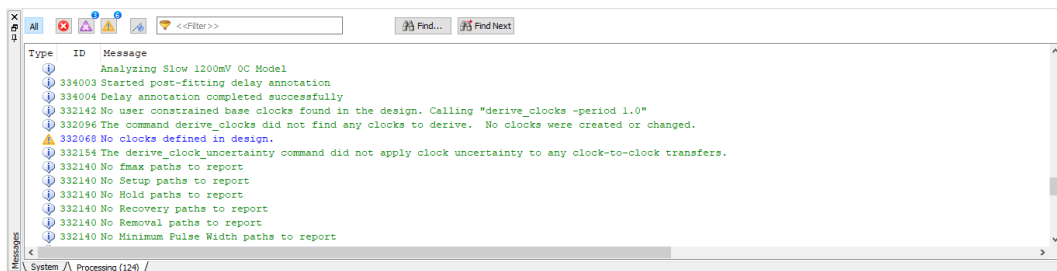

Figura 31: Janela com a mensagem expandida
3. Para localizar a fonte de uma mensagem gerada pelo compilador deve-se clicar na janela de mensagem no ícone  e expandi-lo para encontrar uma unidade de projeto, incluindo uma entidade (Figura 31).